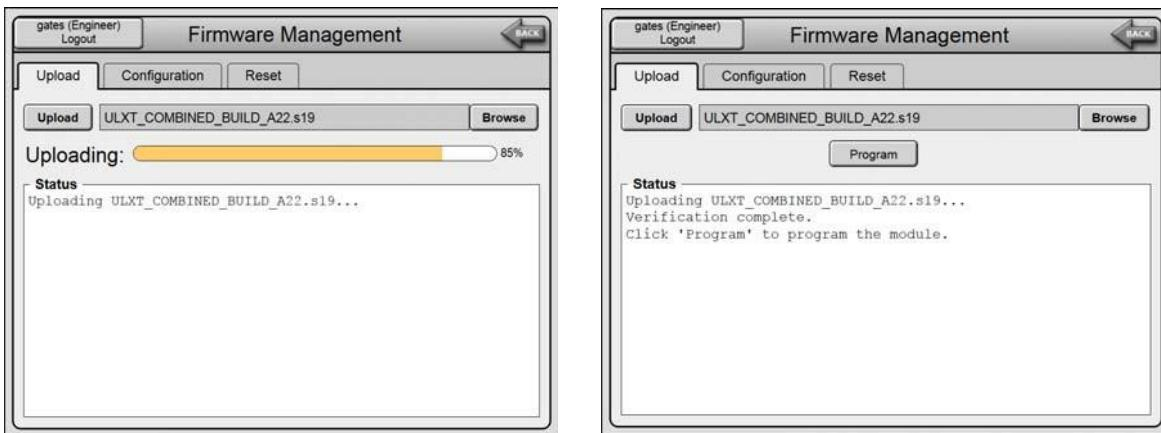

Figura 5-7 Programa ISPPantallas
- PASO 5** Haga clic en el archivo y el cuadro debería llenarse con el nombre del archivo como se muestra en la Figura 5-6 (derecha). Presione Cargar (Figura 5-6 a la izquierda). El archivo comenzará a cargarse Figura 5-7 (izquierda). No presione ninguna tecla hasta que aparezca la pantalla como se muestra en la Figura 5-7 (Derecha). El tamaño del archivo y el tiempo de carga variarán según el software que se cargue.